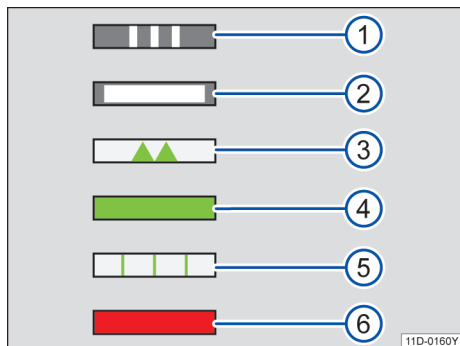

图 147 充电状态指示灯
→图 147①闪烁：车辆建立与充电基础设施的通信，充电处于初始化阶段。
→图 147②灯持续亮起：照明功能，具体说明如下。
→图 147③间歇性亮起：高压电池正在充电。
→图 147④灯持续亮起：成功完成充电过程。
→图 147⑤闪烁：激活定时充电且未开始充电过程。
→图 147⑥灯持续亮起：充电系统有故障。